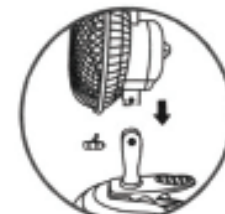

Fig. 2
2. Ventilatorul se instalează pe SUPORTUL DE ROTAȚIE și se înșurubează REGULATORUL UNGHILUI VENTILATORULUI (vezi Fig. 2)